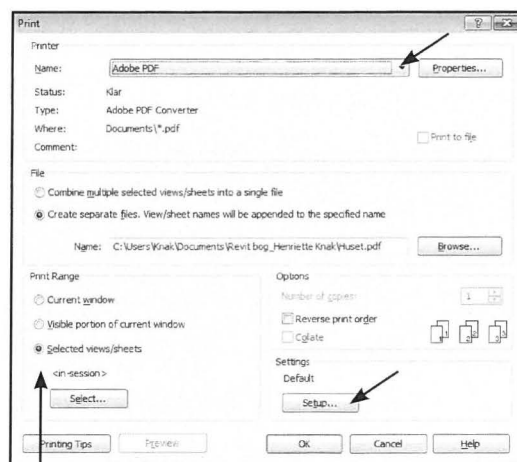

Fig. 16.45. Vælg printer og vælg derefter Setup.
- Indstil *Printeren*, det er en god idé at have en *Pdf Writer*. Og tryk *Setup* (Fig. 16.45).